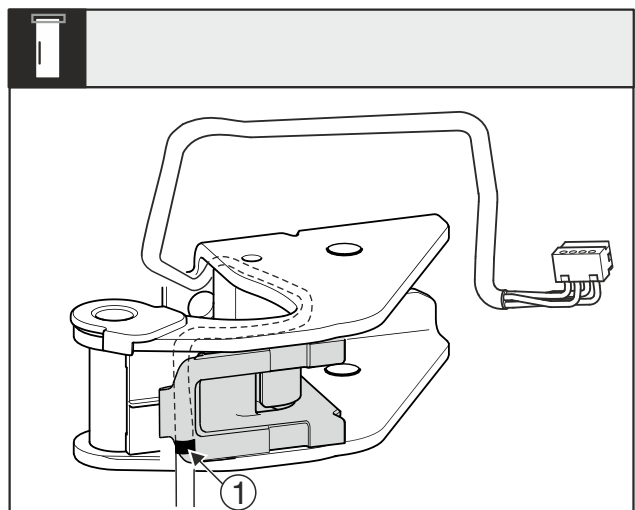

Fig. 29
- Marcajul central Fig. 29 (1) trebuie să se afle pe marginea suportului de cablu.